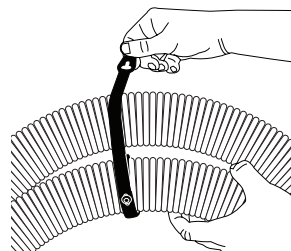
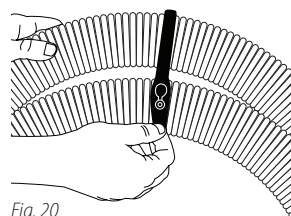

Fig. 19
Fig. 20
40. *Inserte el botón #1 dentro del ojal #1 Fig. 19. (esto puede ser difícil en un principio), continúe enrollando la correa de la manguera 10 alrededor de la manguera 12 Fig. 19. Inserte el botón #2 dentro del ojal #2. Fig. 20.*